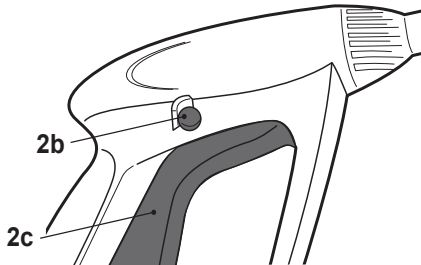

Fig. 16, poziție deblocată, trăgaciul este activat
- > Când butonul de blocare a trăgaciului (2b) este în poziția deblocată, trăgaciul pistolului (2c) va fi activat și gata de utilizare (Fig. 16).